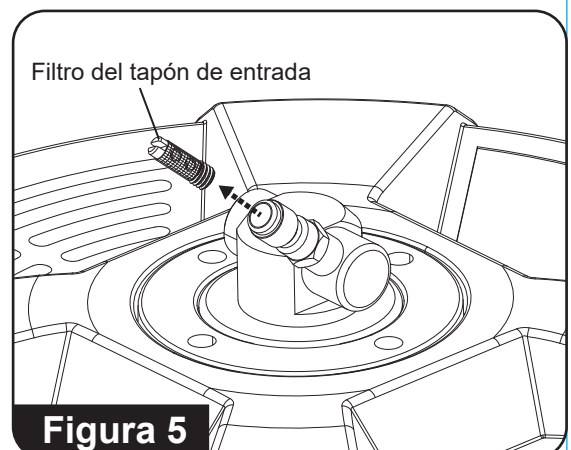

Figura 5
- c. Retire el filtro del tapón de entrada y límpielo con agua corriente. (Consulte la figura 5)